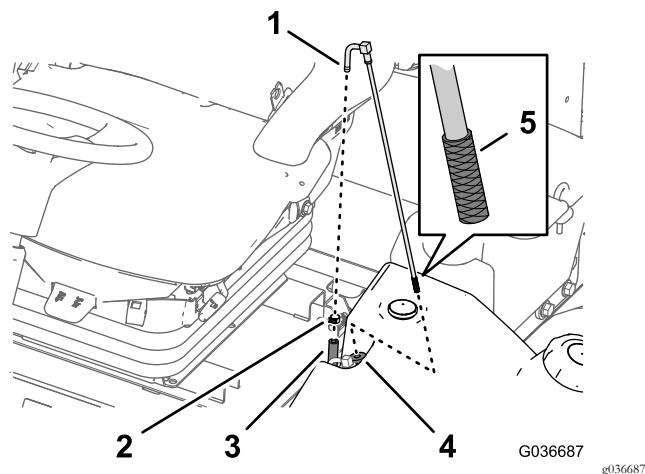

图44
1. 取下将供油软管固定至燃油集油管接头的软管夹图44。
2. 从接头上分开软管图44。
3. 将燃油集油管从油箱中提起图44。
4. 清洁燃油集油管端部滤网上的任何杂物图44。
5. 先将燃油集油管插入橡胶轴套然后再插入油箱图44。